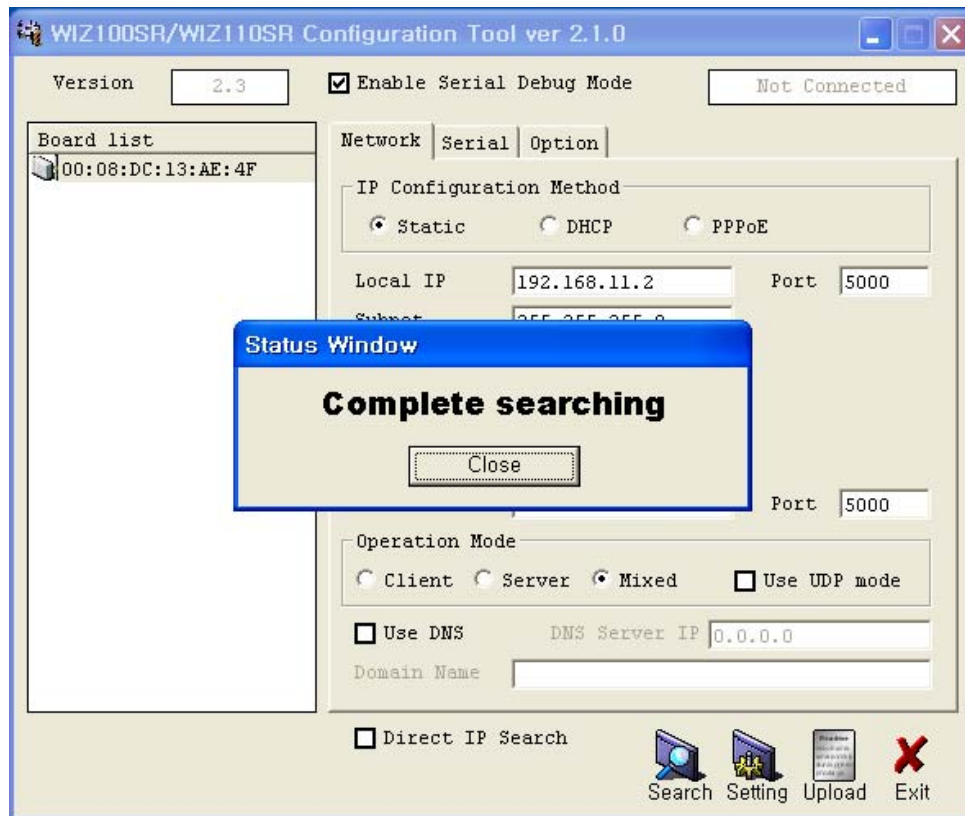

Figure 10. Board Search Window
- ④ Figure 10와 같은 화면이 나타나면, 업로드를 위한 Binary 파일을 선택하고 “열기”버튼을 클릭합니다.